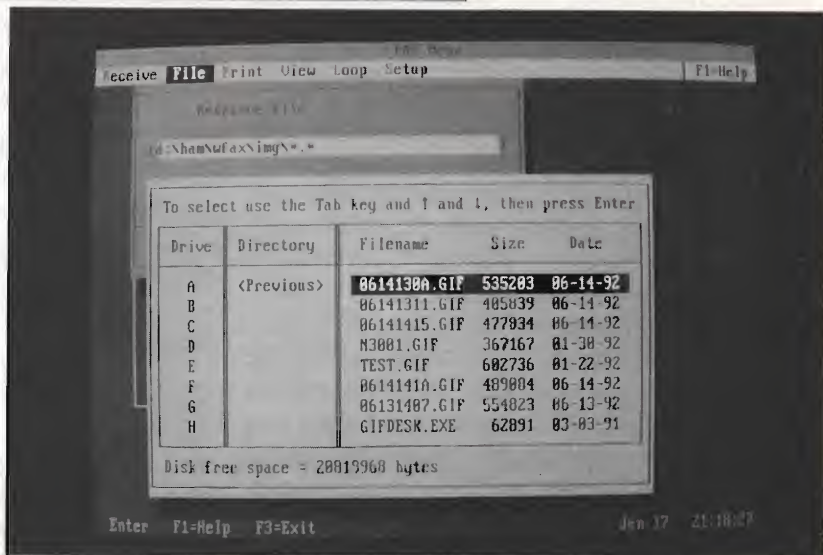

figura 4
- File immagini in format GIF e TIFF (in figura 4 la finestra di selezione dei files).